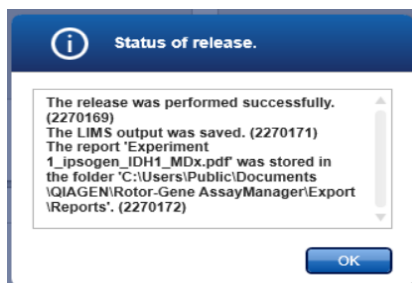

Figure 20. Boîte de dialogue « Status of release ».
19. La boîte de dialogue « Status of release » (État de la validation) s’affiche. Cliquez sur **OK** pour valider (Figure 20).